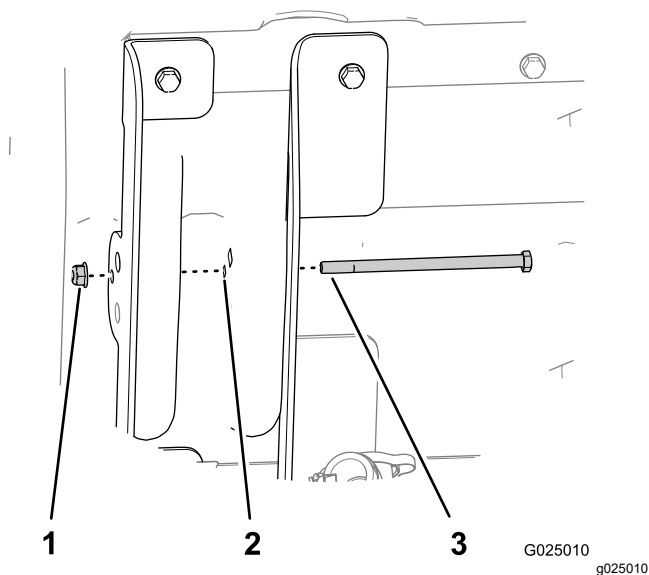

图 6
7. 如 图 6 所示将六角头螺栓 5/16 x 5-1/2 英寸通过 8mm 5/16 英寸的孔插入内侧升降支架长法兰、货斗架构和外侧货斗升降支架短法兰中。
8. 用凸缘螺母 5/16 英寸固定螺栓并用手拧紧 图 6。
- 拧紧固定螺栓 5/16 英寸的凸缘螺母直到其紧贴在一起图 6。